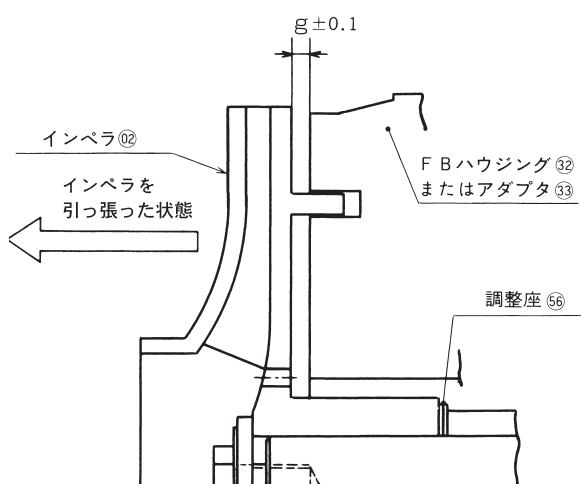
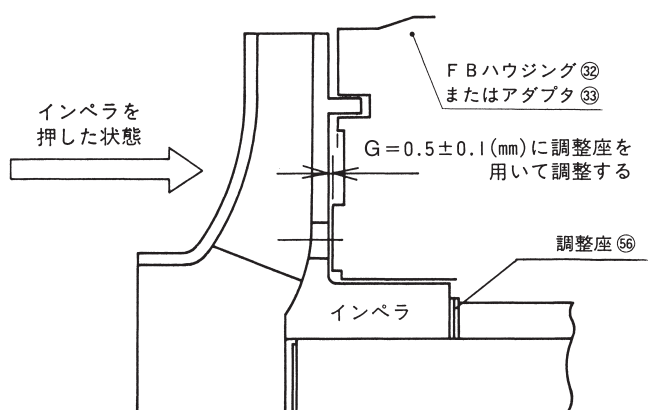

図11
図12
- (4) 補助配管系の液も同様に排出します。
- (5) 循環パイプ(34) (F&FA 型)または熱交換器 ASSY(35) (B&BA 型)を取り外します。
- (6) 配管の荷重がポンプにかかっていますので、ケーシング(01)の下に適当な枕を敷いてください。
- (7) ケーシング(01)を締め付けているボルト(46B)または(46C)を取り外します。その時排出しきれなかった液が出てきますので注意してください。
- (8) ホルダ(41)とベース(40)を締め付けているボルト(46D)を取り外します。ベース(40)上をスライドさせ、ポンプ本体をケーシング(01)から引き離しガスケット(66A)を取り外します。
- (9) 図 11、図 12 に示す要領で g または G 寸法を測定し、記録します。
- (10) インペラ(02)を締め付けているボルト(46A)をロックしているロックワッシャ(57A)のつめを伸ばし、ボルト(46A)を外してインペラ(02)を抜き取ります。この時、小物部品を紛失しないよう大切に保管してください。特に調整座(56)は、組み込まれていた通りに束ねて保管してください。
- (11) F および R 型はボルト(46B)を外して FB ハウジング(32)を外します。その際に FB ハウジング(32)のジャッキ穴を使ってゆっくりと抜き始めますと、インローが外れモータ室内の残液が出てきますので、十分注意して作業してください。
標準品ではインペラ(02)を図11のように引っ張った状態で測定したg部の寸法が、表4のg調整値 $\pm 0.1\text{mm}$ となるよう調整座(56)を使用して調整します。
スラストバランス(TBL)機構付きでは、インペラ(02)を図12のように押した状態でG部の寸法が、 $0.5\pm 0.1\text{mm}$ となるよう調整座(56)を使用して調整します。